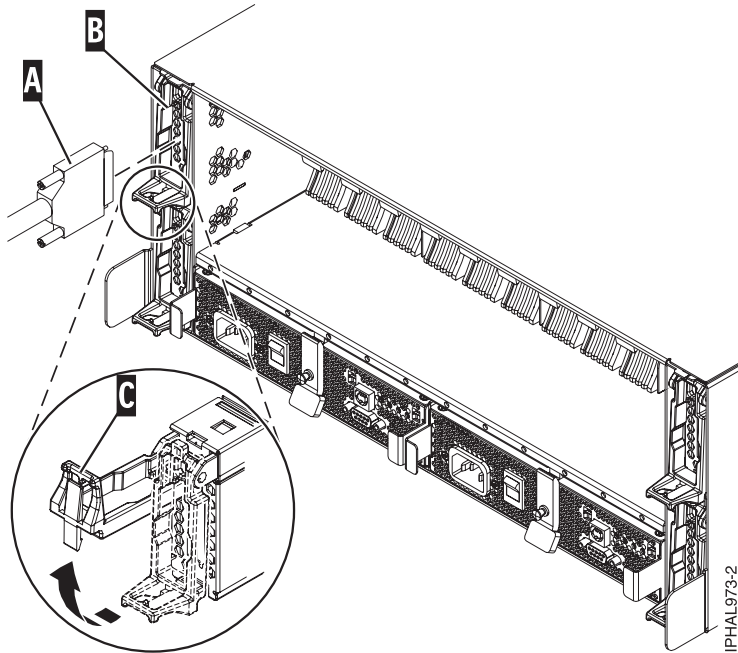

Figure 68. Câble SCSI relié à la carte répéteur simple
- Si vous utilisez exclusivement des cartes répéteurs simples ou doubles, branchez le câble SCSI **A** à la carte répéteur **B**. Pour plus de détails, consultez figure 68, figure 69, figure 70, à la page 74, en fonction de votre situation.